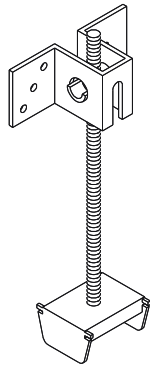

fig. 9.12 | **suspentes**
■ La **suspente** (fig. 9.12) : accessoire métallique destiné à soutenir les faux-plafonds. Il existe plusieurs modèles des suspentes en fonction de la nature du support (plancher en bois, plancher préfabriqué en béton, plancher métallique...). La suspente articulée permet la fixation sur des supports inclinés.